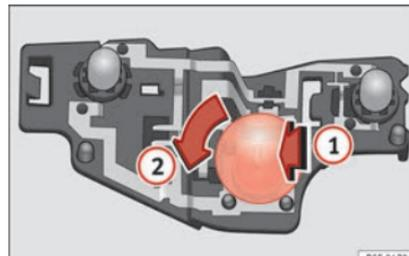

Fig. 114 Posizione delle lampadine nel portalampe.
- Premere leggermente la lampada difettosa verso il portalampe **1**, ruotarla quindi verso sinistra **2** ed estrarla » **fig. 114**.